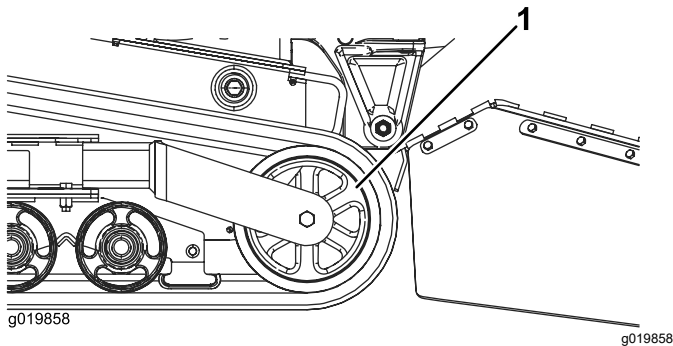

Figura 47
- Spingete indietro la ruota di tensionamento quanto più possibile (Figura 47).
- Dopo avere liberato il cingolo dalla ruota di tensionamento, toglietelo dalla macchina (Figura 47).